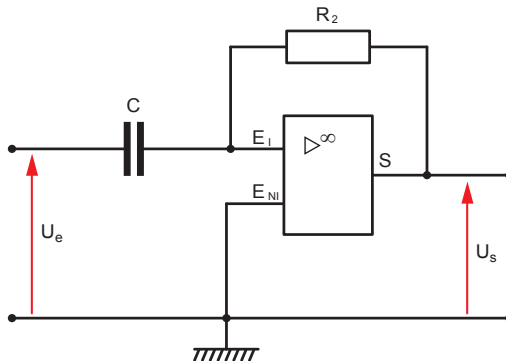

Figure 8
4. Montage dérivateur (Figure 8)